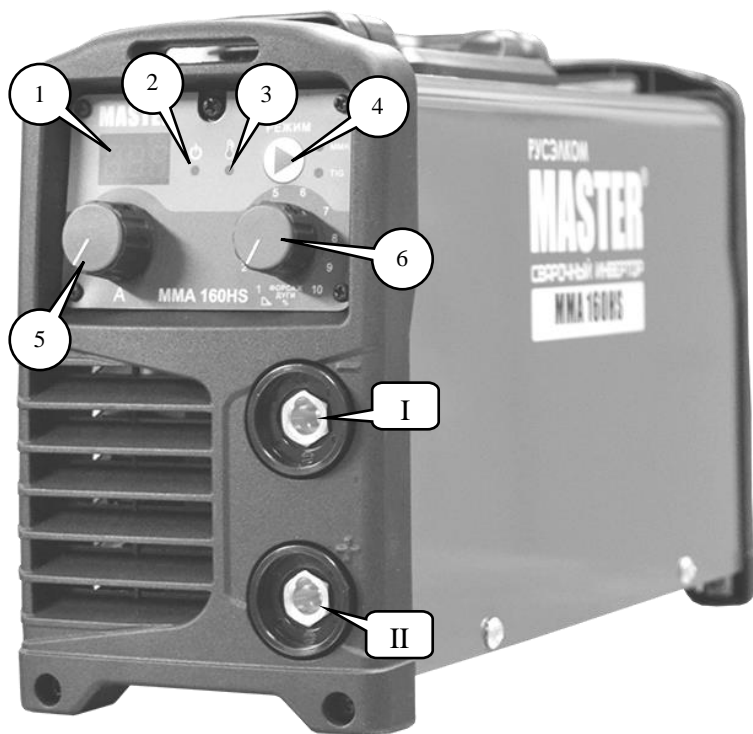

Рис. 1. Расположение органов управления и индикации.
- Подключить силовой разъем держателя электродов к разъему I (Рис. 1) сварочного аппарата.
- Подключить силовой разъем держателя электродов к разъему II (Рис. 1) сварочного аппарата.
- Подключить силовой разъем горелки к разъему I (Рис. 1) сварочного аппарата.
Форсаж дуги в режиме MMA – быстрое кратковременное увеличение сварочного тока в момент отрыва капли металла от электрода, что ускоряет отрыв капли и позволяет избежать перемыкания дугового промежутка и обрыва дуги. Степень повышения тока регулируется рукояткой 6 (Рис. 1) в диапазоне от 0 до 10% от установленного тока сварки.